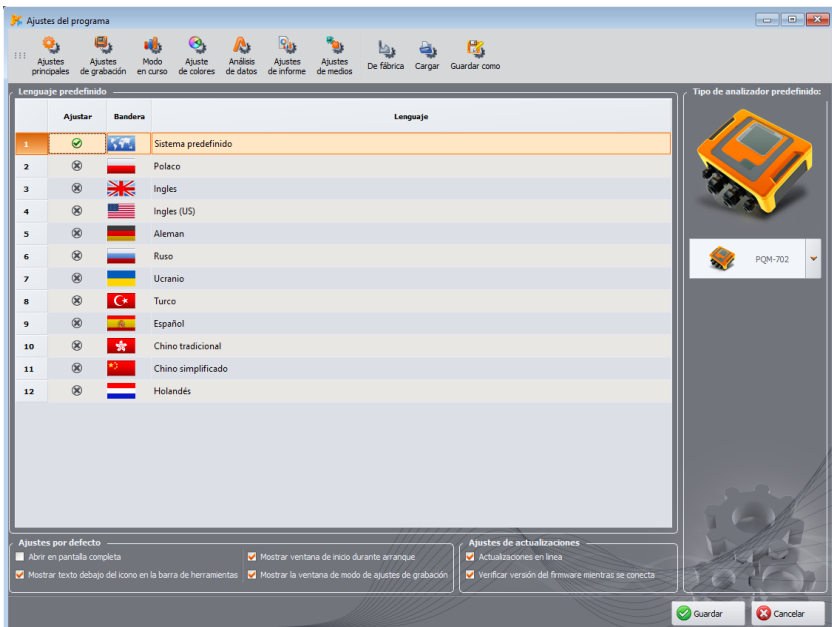

Fig. 77. Ajustes del programa - Ajustes principales.
- **LENGUAJE PREDEFINIDO** – permite seleccionar el idioma predeterminado de la aplicación (Fig. 77).